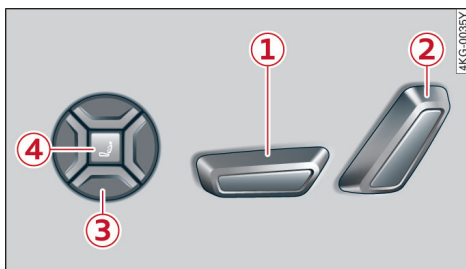

图 50 前座椅：座椅调节按钮
- ▶ 要调出按摩菜单时，请按按钮  ④⇒53 页，图 50。或：
- ▶ 要开启/关闭按摩功能时，请按按钮  ④⇒53 页，图 50。或者：
在开启功能后，您可以使用驾驶员座椅按钮调节副驾驶座椅⇒53 页，图 50。